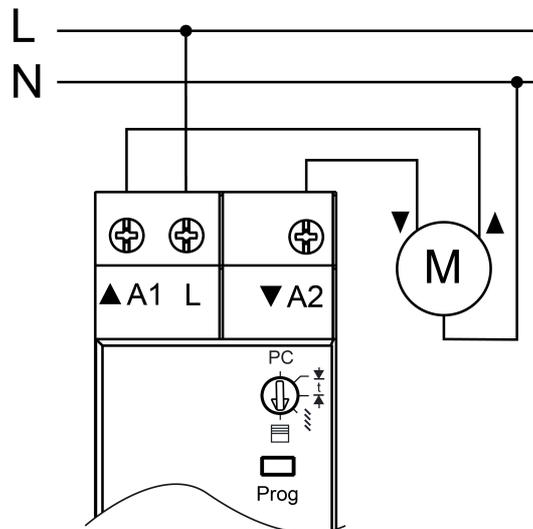

Figure 3: Exemple de raccordement
- Raccorder la charge selon l'exemple de raccordement (figure 3).